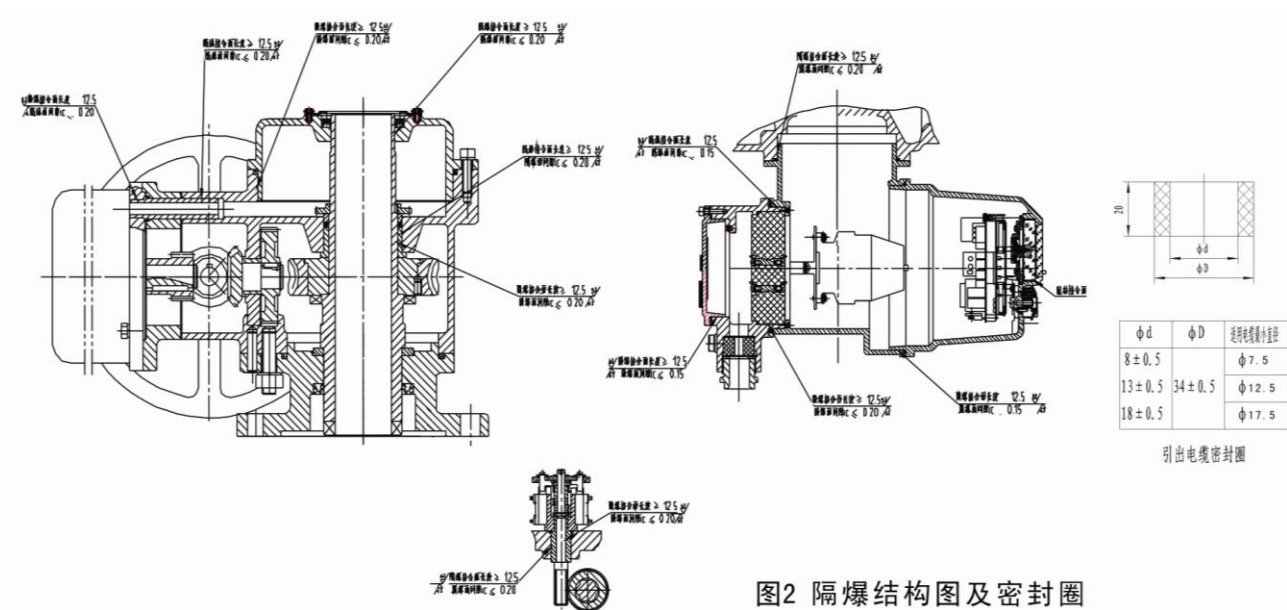

图2 隔爆结构图及密封圈
5.3.2.1、组成电动装置隔爆外壳的隔爆结合面的符合GB3836.2第5章的规定，隔爆结构见图2。
5.5、引入电动装置接线盒的电缆，分为 $\phi 7.5$ 、 $\phi 12.5$ 、 $\phi 17.5$ 三种，分别对应进线口处所用的三种弹性密封圈 $\phi 8$ 、 $\phi 13$ 、 $\phi 18$ (见图2)。进线口不引入电缆时，需装入钢质堵板，以防止形成对外的通孔。
本装置安装形式无原则要求，但电机应处于水平状态，电气箱罩应处于水平或垂直向上状态，这样有利于润滑、调试、维护和手动操作。安装时应保证维修检查人员拆卸各部件所需的空间。安装拆卸调试时不可损伤密封面、密封件和隔爆电装的隔爆面（见图2），并应在隔爆面上涂防锈油。